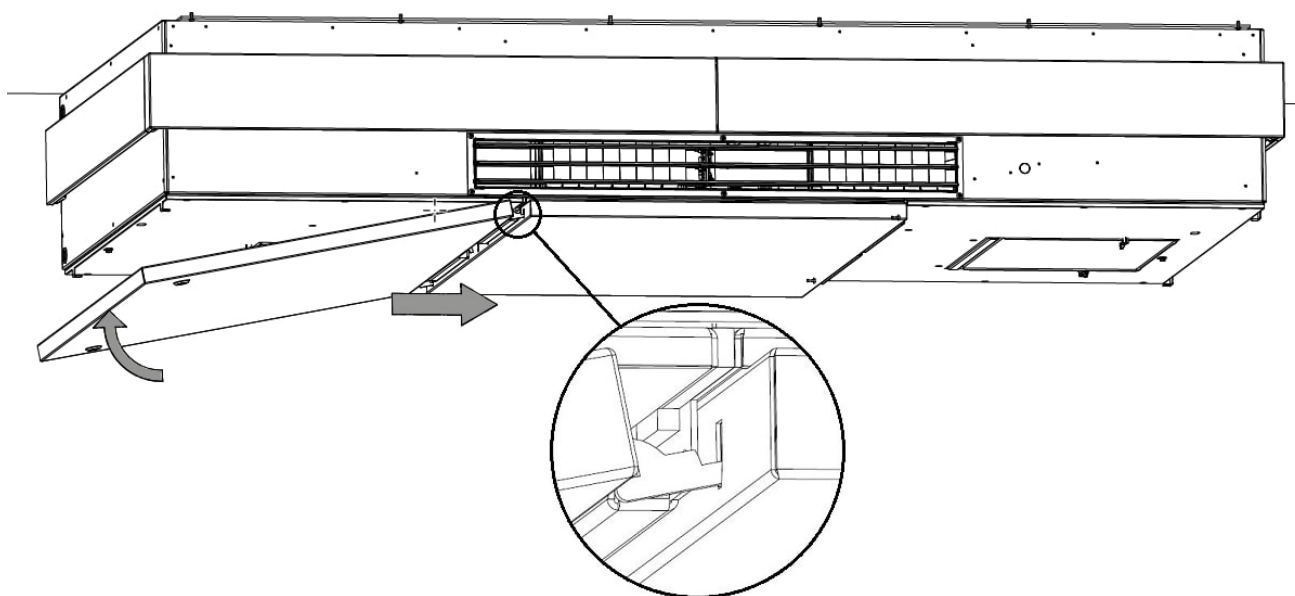

Figur 52: Montere servicedekselet på høyre side
2. Monter servicedekselet med to korte bolter på hver side, se Figur 52 og Figur 53.